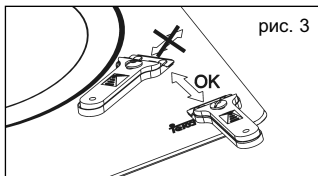

рис. 3
**При неправильной работе со скребком лезвие может сломаться, и его фрагмент может застрять между стеклом и окружающей его окантовкой. В таком случае не пытайтесь вытащить осколок руками, воспользуйтесь плоскогубцами или ножом с тонким лезвием. (См. рис. 3)**